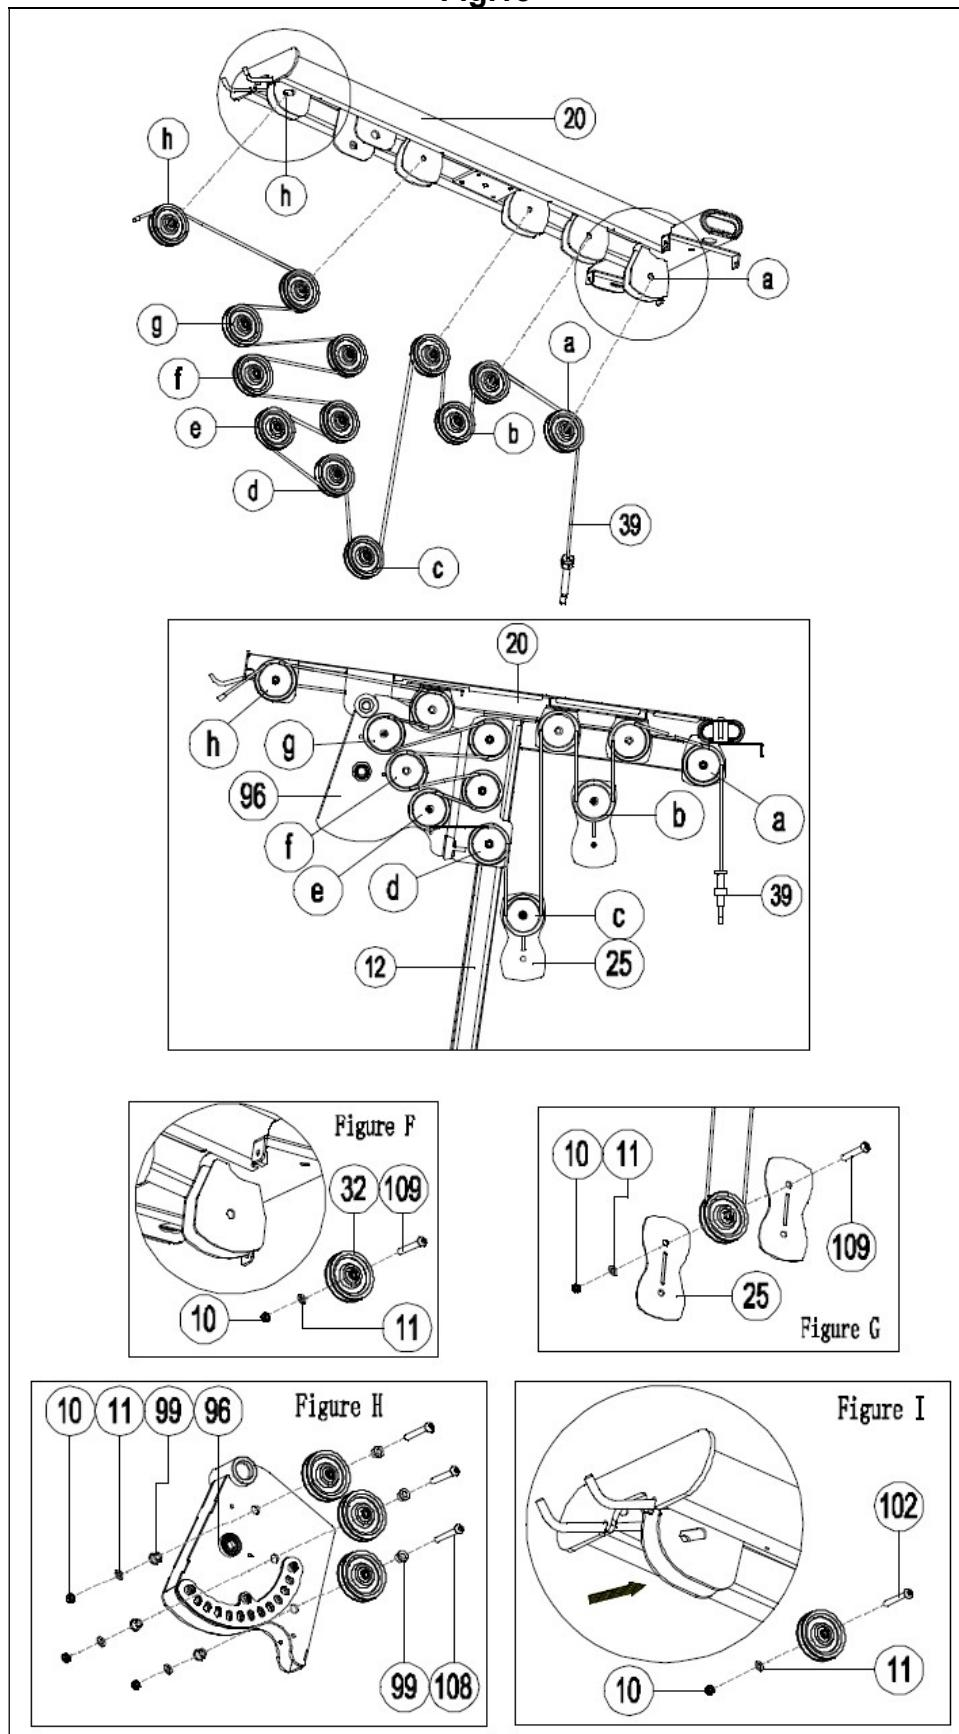

Fig.14
14.- Coloque los tornillos (116), las arandelas (104) y las tuercas (101) en el soporte selector (96), Fig.14.